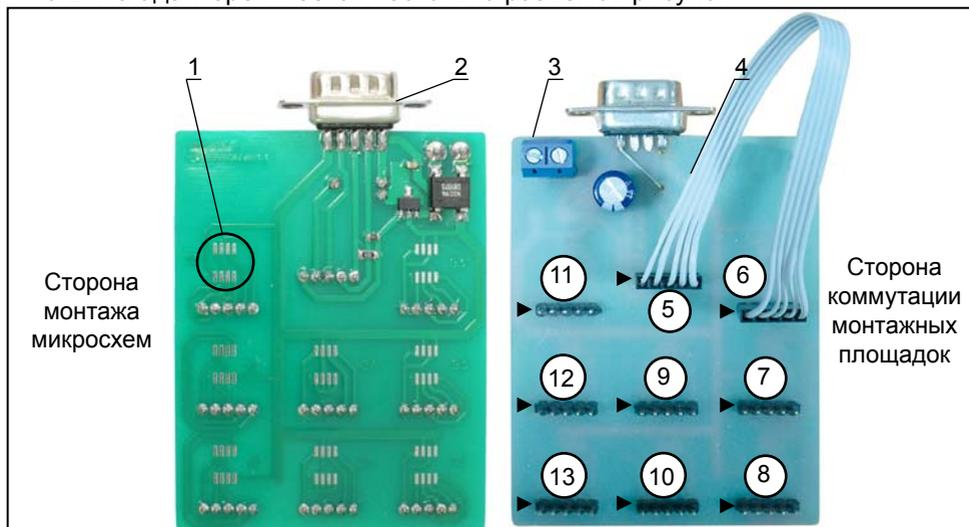

Рисунок 14. Адаптер ПО5-EEPROM. Общий вид со стороны монтажа микросхем и коммутации монтажных площадок.
10.2 На адаптере имеется несколько разъёмов рисунок 14.